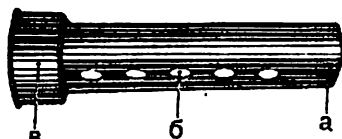

Рис. 32. Кожух.
*Кожух* (рис. 32) служит для прикрытия газовых путей карабина и удержания ствольной накладки. В передней части кожуха имеются вырезы *а* для соединения с трубкой ствола. Отверстия *б* служат для лучшего обмена воздуха при нагреве ствола.